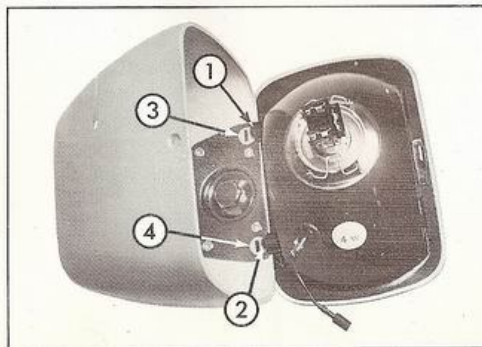

Fig. 43 - Proiettori
- Per rimontare il proiettore (Fig. 43)